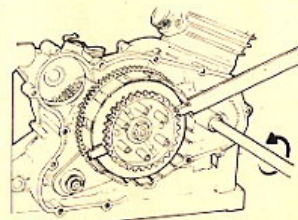

FIG. 13 Rimozione dado pignone motore
- 12) Usando l'apposita chiave di fermo (cod. 05.0327.0) e una chiave a «T» da 17 mm rimuovere il dado fissaggio pignone motore (fig. 13).